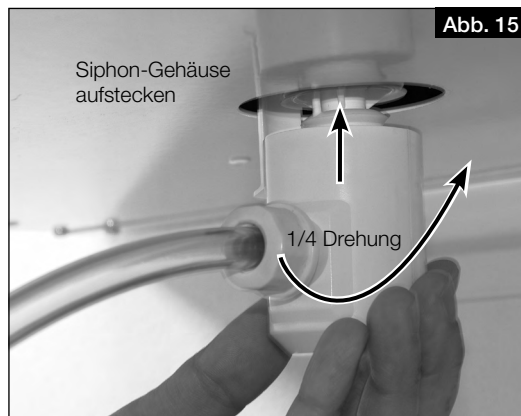

Abb. 15
5. Siphon-Gehäuse aufstecken und mit einer 1/4-Drehung im Befestigungsteil einrasten lassen (s. Abb. 15). Darauf achten, dass die Schwimmerkugel lose im Gehäuse liegt!